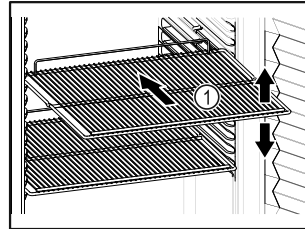

Fig. 55
- Dacă grătarele tip poliță Fig. 55 (1) pot fi mutate, adaptați-le în funcție de înălțime.